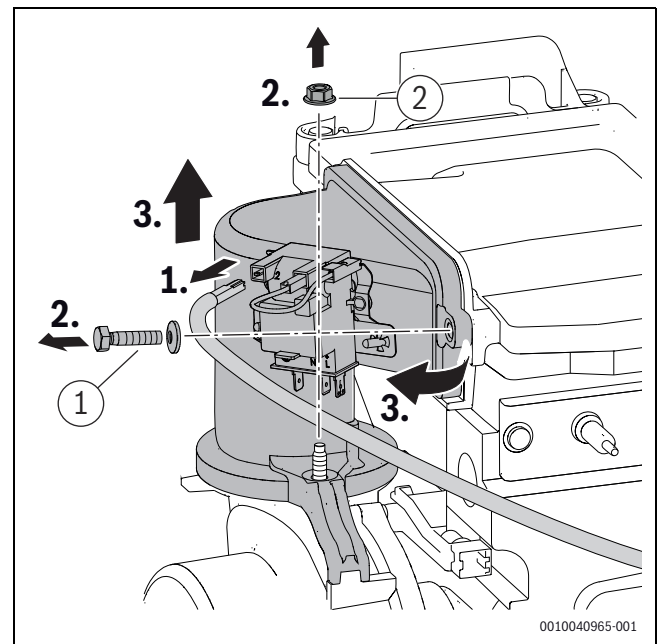

Bild 69 Mischeinrichtung ausbauen
- ▶ Schraube und Mutter ([1] und [2], Bild 69) an der Mischeinrichtung mit 5,5+0,5 Nm festziehen.